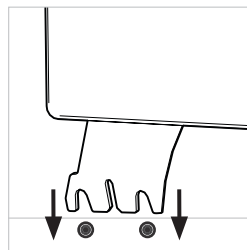

Fig. 3
- Instale el conjunto de la protección de la sierra de mesa (Fig.3)